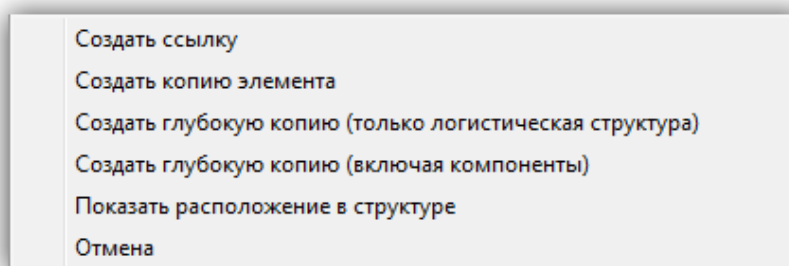

Рис. 10-28 – Возможные варианты действий при перемещении объекта в окне «Логистическая структура»
5) В открывшемся меню выбрать пункт «Создать ссылку» (рис. 10-28).
3) Отпустить левую кнопку мыши и в открывшемся меню выбрать пункт «Создать ссылку» (рис. 10-28).
4) В открывшемся меню выбрать команду «Создать глубокую копию» (только логистическая структура) – см. приведенный ранее рис. 10-28.
- 4) В открывшемся меню выбрать команду «Создать глубокую копию (включая компоненты)» – см. приведенный ранее рис. 10-28.